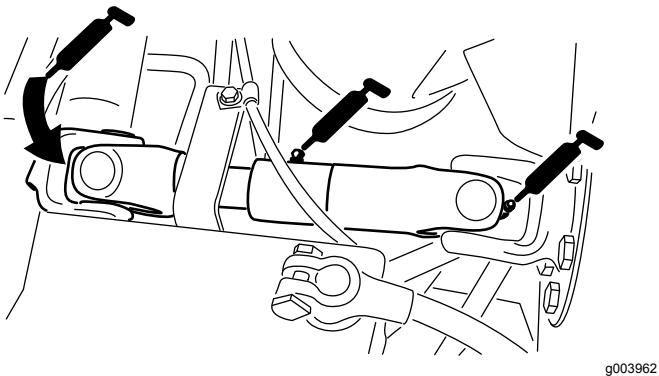

Figura 43
- Articulación de cardán del árbol de transmisión de la bomba (3) (Figura 43).